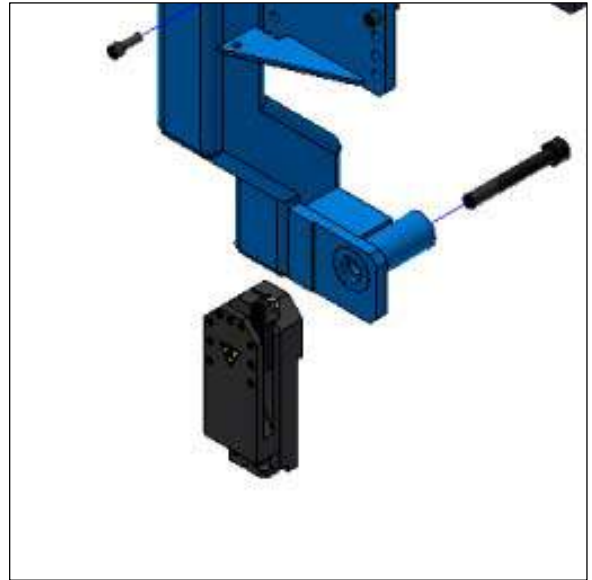

Figure 23. Détail de l'ensemble de tête d'outil
1. Fixez la tête d'outil à la fixation de la face arrière à l'aide de la vis à tête hexagonale M20 et de la rondelle plate utilisées pour fixer la tête d'outil au bras radial (voir Figure 23). Serrez les vis à tête creuse à 185 Nm (135 pi-lb).